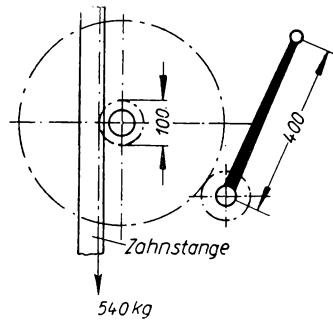

Bild 142
- 276.** Das Stauschütz einer Wasserkraftanlage erfordert zum Heben eine Kraft 540 kg an der Zahnstange der Aufzugwinde nach Bild 142. Die Zahnstange greift in ein Zahnrad von 100 mm Durchmesser ein.